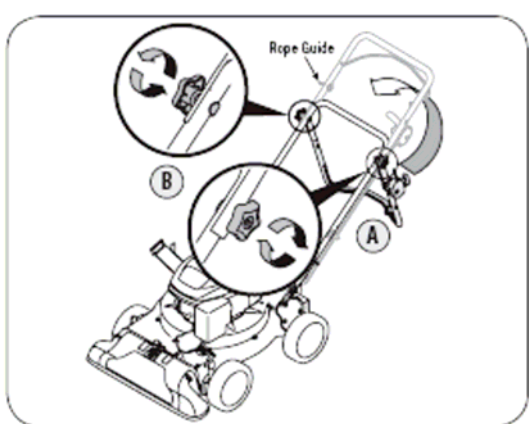

Рисунок 3.
2. Раскладывайте верхнюю ручку до тех пор, пока она не выровняется с нижней ручкой. Убедитесь, что направляющая троса расположена с правой стороны от верхней ручки (смотри рисунок 3).
Закрепите две ручки с помощью рукояток (смотри рисунок 3).